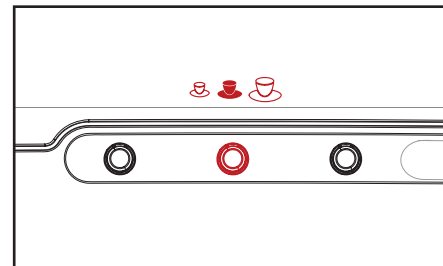

Fig. 4.5 - Présélection volume
2. Appuyez sur le bouton de présélection VOLUME pour activer cette présélection. Une icône tasse (petit - moyen - grand) sera affichée (fig. 4.5).